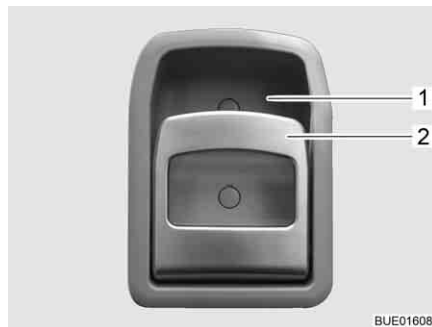

Bild 41 Dörrlås ingångsdörr, insida
- Drag i handtaget (Bild 41,2). Dörrlåset låses upp respektive öppnas.
- Tryck handtagets (Bild 41,2) övre del i riktning mot greppkåpan (Bild 41,1). Dörrlåset låses.